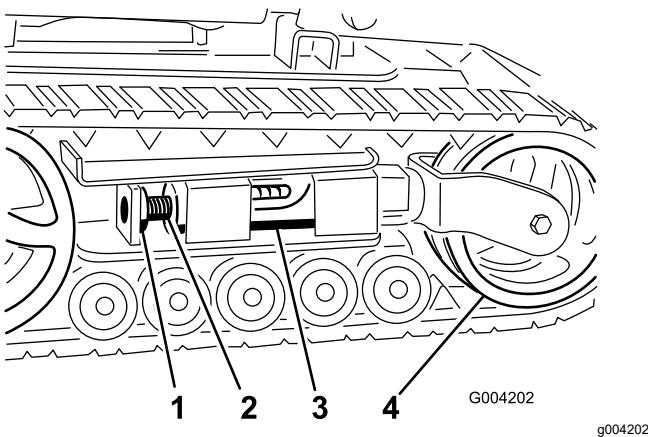
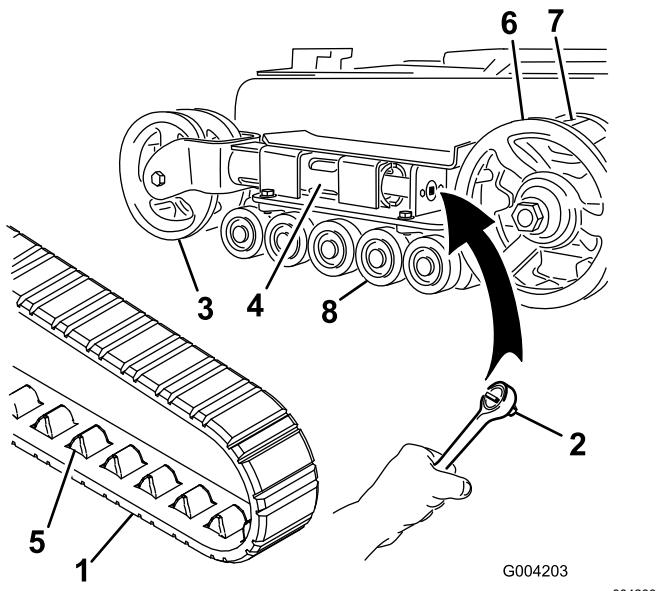
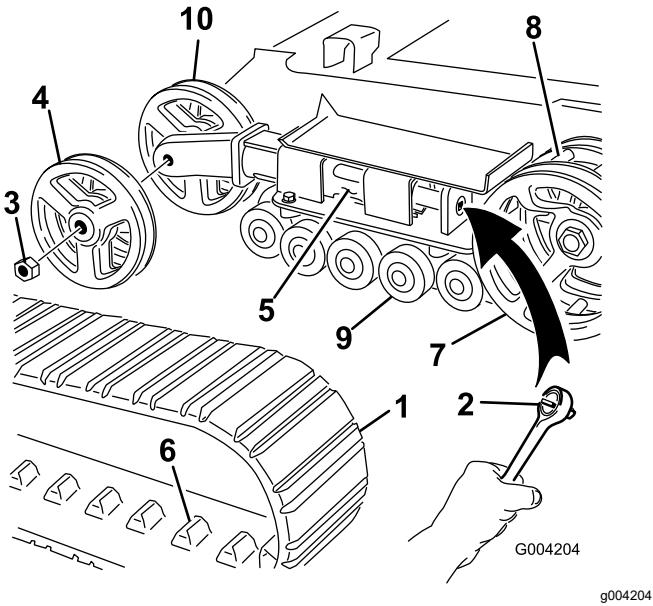

Figure 52
Figure 53
Figure 54
4. Enlevez le boulon et l'écrou de blocage (Figure 52).
6. Alignez l'encoche la plus proche dans la vis de tension avec le trou du boulon de blocage et fixez la vis avec le boulon et l'écrou de blocage (Figure 52).
Remarque: Les chenilles sont de type étroit si les roues de tension avant sont montées à l'intérieur d'une chape au bout du tube de tension (Figure 53).
5. À l'aide d'une clé à cliquet de ½ pouce, tournez la vis de tension dans le sens horaire pour détendre la transmission (Figure 52 et Figure 53).
6. Poussez la roue de tension vers l'arrière de la machine pour appuyer le tube de tension contre le cadre (Figure 53).
8. Lorsque la chenille est déchaussée, retirez-la du pignon d'entraînement et des galets de roulement (Figure 53).
9. Pour installer la chenille neuve, commencez par l'enrouler autour du pignon d'entraînement, en veillant à ce que les crampons s'engagent correctement entre les dents du pignon (Figure 53).
10. Poussez la chenille sous et entre les galets de roulement (Figure 53).
Remarque: Les chenilles sont de type large si les roues de tension avant sont montées sur les côtés au bout du tube de tension (Figure 54).
- Enlevez le boulon et l'écrou de blocage (Figure 52).
- À l'aide d'une clé à cliquet de $\frac{1}{2}$ pouce, tournez la vis de tension dans le sens horaire pour détendre la transmission (Figure 52 et Figure 54).
- Poussez la roue de tension vers l'arrière de la machine pour appuyer le tube de tension contre le cadre (Figure 54).
- Retirez l'écrou de fixation de la roue de tension extérieure et déposez la roue (Figure 54).
- Déposez la chenille (Figure 54).
- Retirez l'écrou de fixation de la roue de tension intérieure et déposez la roue (Figure 54).
- Posez la roue de tension intérieure et fixez-la avec l'écrou retiré précédemment (Figure 54).
- Posez la chenille neuve en prenant soin que les crampons s'engagent entre les dents au centre du pignon (Figure 54).
- Posez la roue de tension extérieure et fixez-la avec l'écrou retiré précédemment (Figure 54).
6. Placez le chapeau de galet de roulement sur la tête du boulon (Figure 53).
7. Fixez le chapeau avec le circlip (Figure 53).